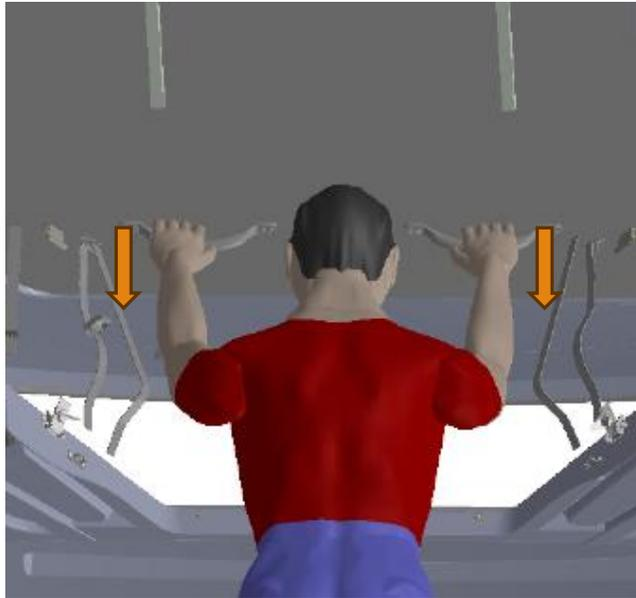

Abb. 5
- Fassen Sie beide Spanngurte gleichzeitig mit beiden Händen und ziehen Sie jeden Gurt mit einer Hand nach unten. Führen Sie den Vorgang gleichmäßig durch, sodass das Dach nicht zu einer Seite des Fahrzeugs kippt. Halten Sie beim Herunterziehen die Griffe neben den Gurten fest, damit das Dach nicht herunterfällt. ( Abb. 5)